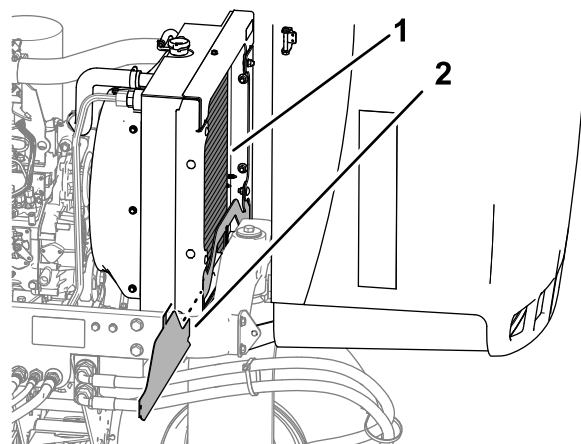

Figura 82
5. Limpie a fondo ambos lados del radiador con agua o aire comprimido (Figura 82).
4. Retire el protector del radiador inferior (Figura 82).